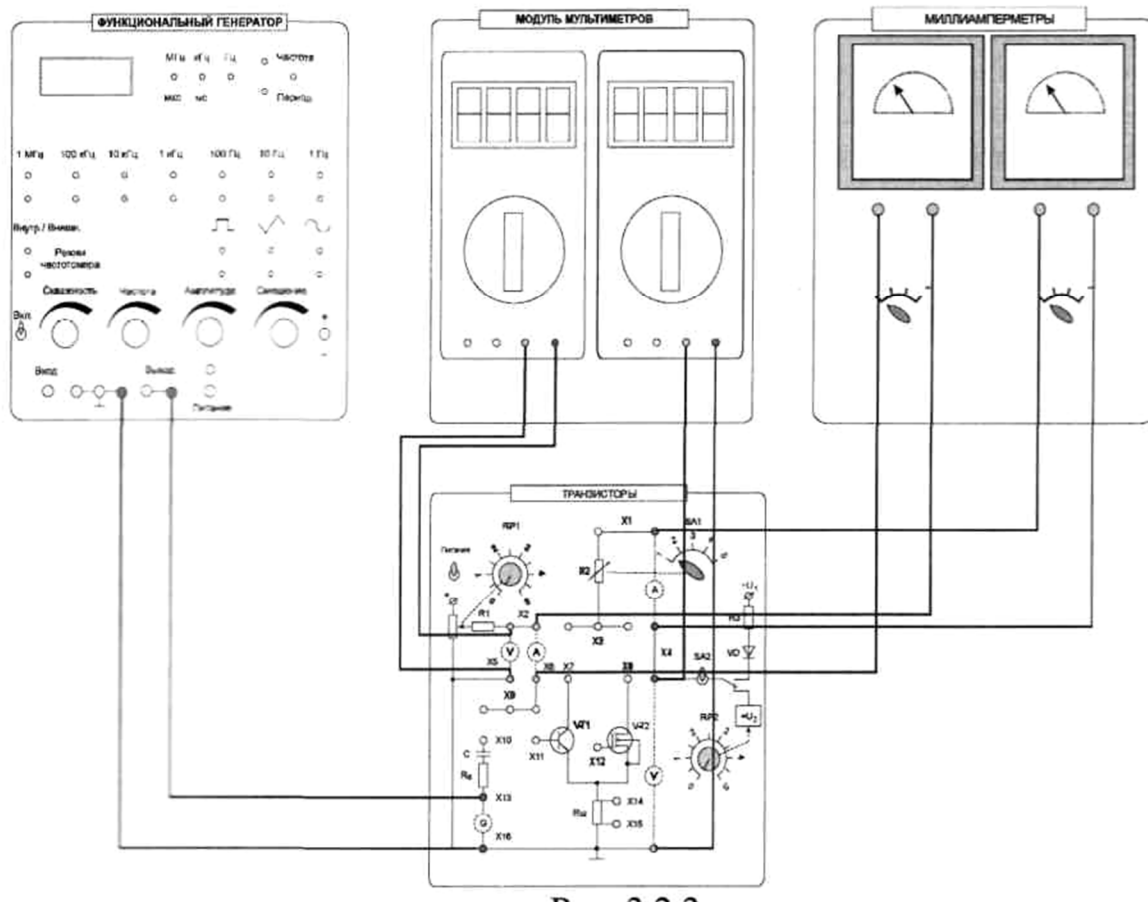

Рис. 3.2.3.
Основными характеристиками транзистора, включенного по схеме с общим эмиттером, являются статическая характеристика прямой передачи по току $I_K = f(I_B)$ при $U_K = \text{const}$, статическая выходная характеристика $I_K = f(U_{KЭ})$ при $I_B = \text{const}$ (рис. 3.2.3), а также статическая входная характеристика $I_B = f(U_{БЭ})$ при $U_{KЭ} = \text{const}$.
3.1 Ознакомиться с лабораторным модулем для исследования транзисторов. Собрать схему для снятия характеристик биполярного транзистора (рис. 3.2.3). Между гнездами X2 и X6 включить миллиамперметр и соединить перемычкой гнезда X9-X11. Между гнездами X1-X4 включить второй миллиамперметр модуля миллиамперметров. Соединить перемычкой гнезда X3-X7. Между гнездами X2-X5 и X4-X16 включить мультиметры в режиме измерения постоянного напряжения. Тумблер SA2 установить в нижнее положение.